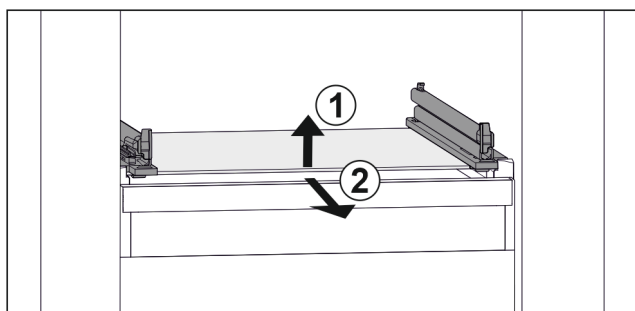

Fig. 53 Eksempel på fremstilling av glassplaten
- Løft opp glassplaten foran. Fig. 53 (1)
- Ta ut glassplaten fremover. Fig. 53 (2)